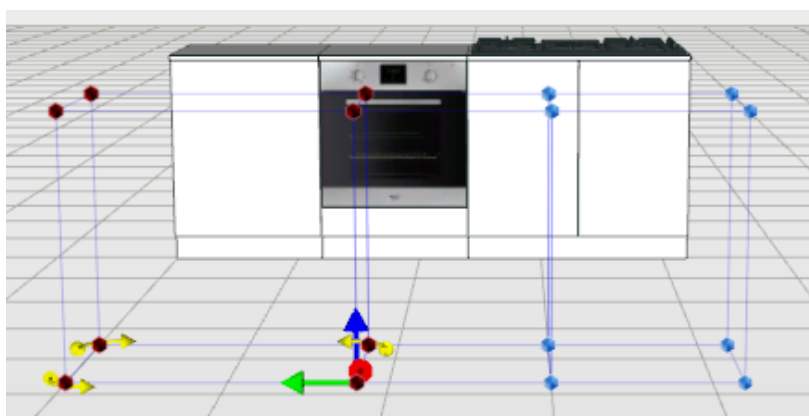

Figura 4.37: Nascondi selezione
**NASCONDI SELEZIONE:** nasconde temporaneamente l'elemento selezionato, lasciandone visibile solo l'ingombro, figura 4.37;